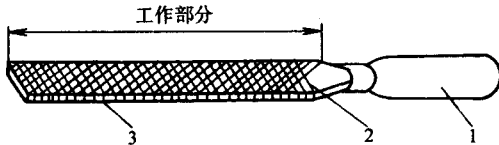

图 1-9 锉刀
③ 锉刀 锉刀用以对工件表面进行锉削加工，使工件达到所要求的尺寸、形状和表面粗糙度。锉刀的外形见图 1-9。焊接时，锉刀可用来锉除试板表面的铁锈和试板的钝边。根据每 10mm 长的锉面上锉齿的齿数多少，锉刀可分为粗锉、细锉和油